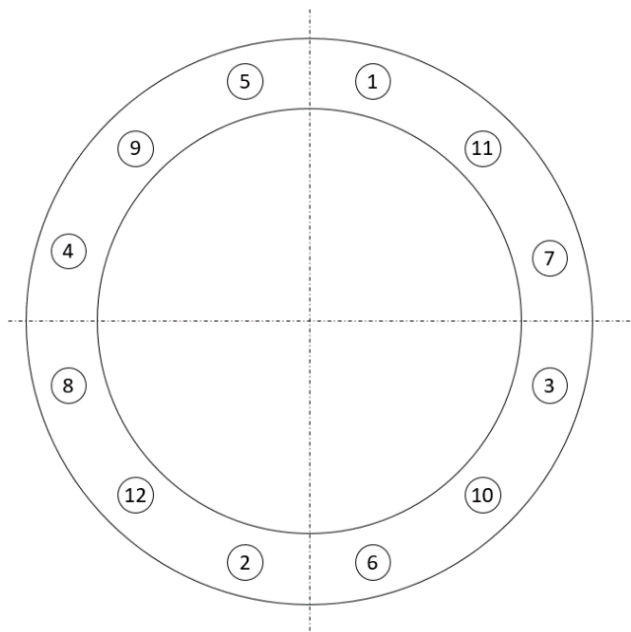

Bild 2, Åtdragnings sekvens för flänsbultar. Samma kryssvis åtdragningsmönster oavsett antal bultar.
- **Flänsbultar:** Dra åt bultar och muttrar i flänsförbanden korsvis (bild 2) till det moment som rekommenderas av flänspackningens tillverkare. Säkerställ att muttrarna på glandflänsen är helt lossade tills samtliga flänsbultar har dragits åt till slutligt åtdragningsmoment.